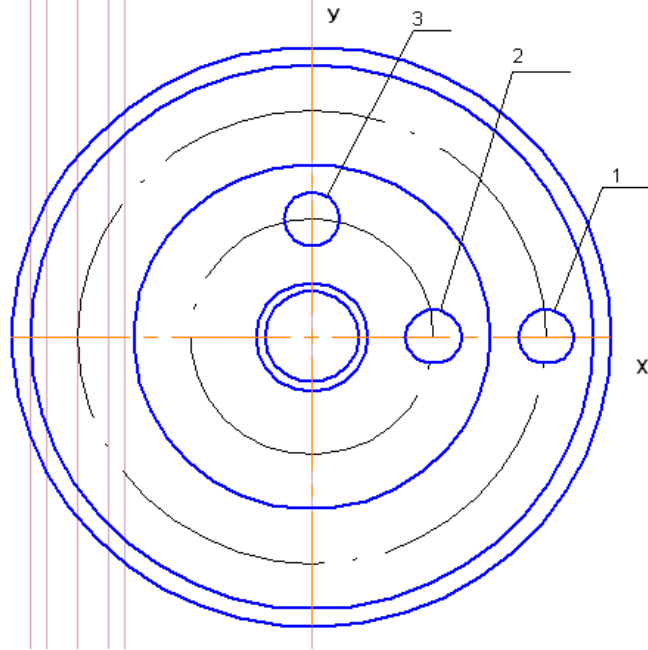

Рис. 17
- d.** На пересечении осевой линии X окружности и штрихпунктирной окружности диаметра 50 создайте еще одну **окружность диаметром 6** (стиль основная) (рис. 17, окружность 1).
- e. создайте такую же окружность на пересечении осевой линии X окружности и штрихпунктирной окружности диаметром 26 (рис. 17, окружность 2).
- g. Создайте **окружность диаметром 6** на пересечении осевой линии окружности У и штрихпунктирной окружности диаметром 26 (рис. 17, окружность 3). Прервите команду.
- а. Выберите вспомогательные перпендикулярные прямые и установите их по краям окружностей 1 и 2 (смотри рис. 17). Результат рис. 21.